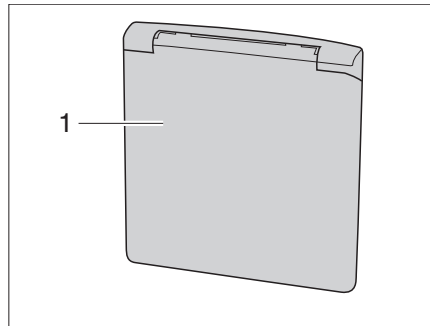

Figura 1 Trampilla para conexión 230 V
- Abrir:** ■ Trampilla exterior (Figura 1,1) engarzar abajo y girar hacia arriba.